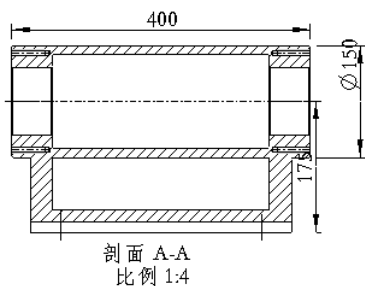

图 5.9.31 基准轴和尺寸显示
Step1. 双击图 5.9.31 所示的左视图。
(1) 单击对话框顶部的 按钮, 在绘图区选中要显示基准轴的视图, 工程图中显示所有的基准轴, 如图 5.9.31 所示, 然后在“显示模型注释”对话框中单击 按钮。
(2) 单击 **应用** 按钮, 显示基准轴。
(3) 单击对话框顶部的 按钮。
(4) 在模型树中选取特征 **旋转 1**, 工程图中显示特征 **旋转 1** 的尺寸, 如图 5.9.31 所示, 然后在“显示模型注释”对话框中单击 按钮。
(5) 单击对话框中的 **确定** 按钮, 完成尺寸显示。
(1) 选取图 5.9.31 所示的尺寸, 右击尺寸文本, 在系统弹出的快捷菜单中选择 **拭除** 命令, 再在图形区的空白处单击, 此时所选尺寸不可见。